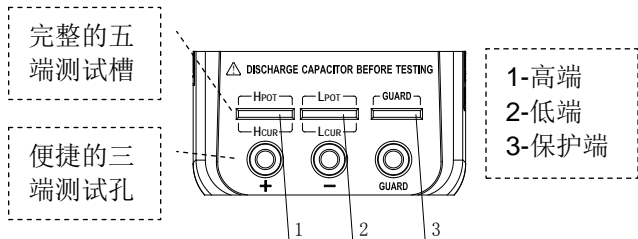

图 4 - 测试端口
1. 打开仪器后面的撑脚，找到紧固电池仓盖的螺丝，如图 4 所示，用螺丝刀松开螺丝后，移开电池仓盖。
2. 在电池仓装入合适的电池，注意极性，电池仓内有电池极性标识，参见图 4，请务必确认电池的极性标识与仓内标识一致后将电池压入。